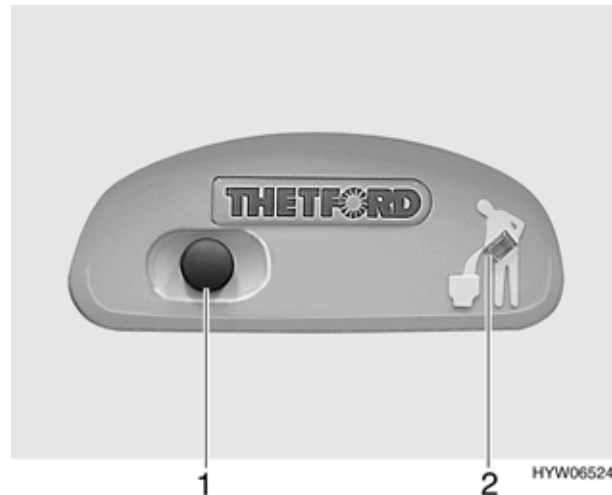

Bild 140 Spülknopf/Kontroll-Leuchte Thetford-Kassette
- Zum Spülen den blauen Spülknopf (Bild 140,1) drücken.
Die Kontroll-Leuchte (Bild 140,2) leuchtet, wenn die Thetford-Kassette entleert werden muss.